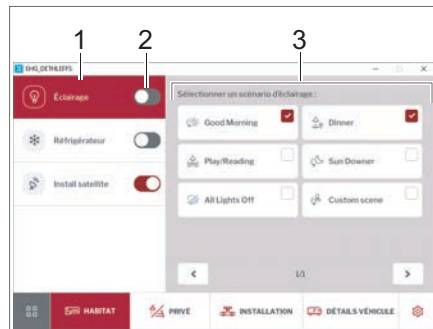

Fig. 256 Eclairage
- Activer ou désactiver l'éclairage à l'aide de l'interrupteur coulissant (Fig. 256,2).
- Appuyer sur la touche *Eclairage* (Fig. 256,1). Dans le bandeau de commande (Fig. 256,3) ; sélectionner une ambiance d'éclairage.